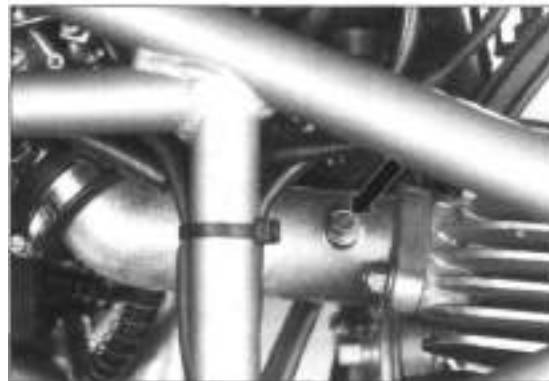

Bild 15
- An beiden Einlass-Stutzen (© Bild 22 und Pfeil/Bild 15) Unterdruckschläuche der Messuhren anschliessen.